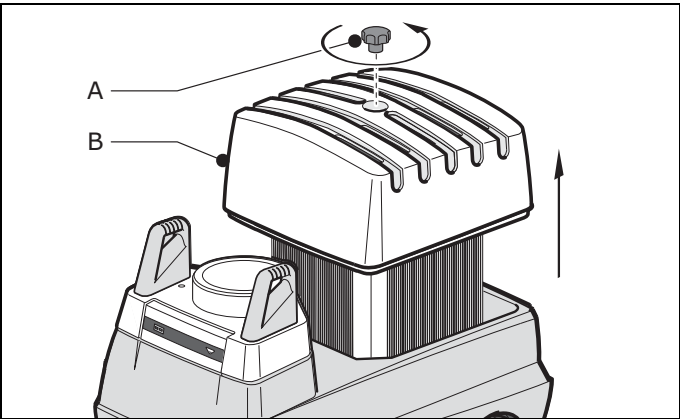

Fig. 6.1: Abra a tampa do filtro
- Fig. 6.1
- Solte a porca (A) e retire a tampa do filtro (B).